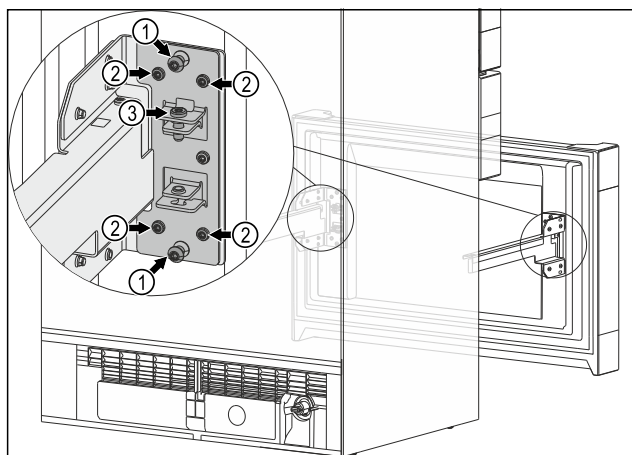

Fig. 13
- ▶ Távolítsa el mindkét középső csavart Fig. 13 (1).
- ▶ Oldja ki mind a négy csavart Fig. 13 (2).
- ▶ Elérte a kihúzható kocsi véghelyzetét: húzza meg mind a négy csavart Fig. 13 (2).
- ▶ A középső csavarokra Fig. 13 (1) a továbbiakban nem lesz szüksége.